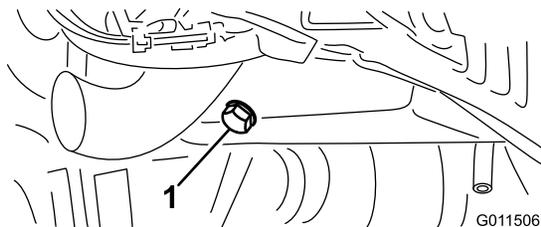

Figura 52
1. Togliete un tappo di spurgo (Figura 52) e lasciate defluire l'olio in una bacinella. Quando l'olio cessa di defluire, rimontate il tappo.